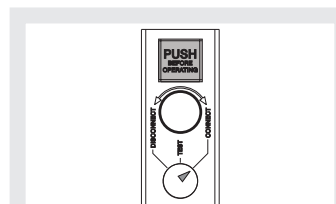

Figure 42
- disjoncteur en position d'embroché (voir Figure 42).